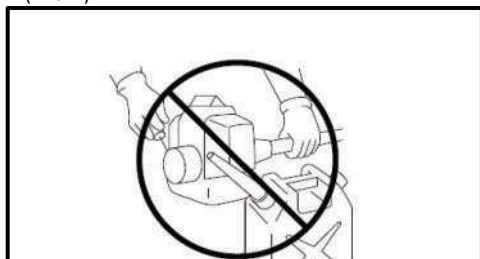

Рис. 2
- Не запускайте двигун при наявності сильного запаху палива або поблизу ємності з бензином (Рис. 2).